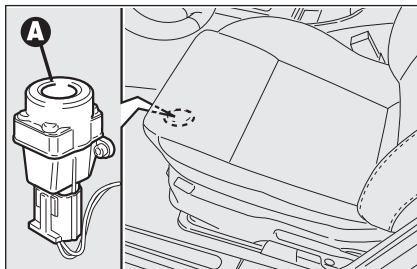

fig. 61
Per riattivare l'interruttore blocco combustibile premere il pulsante **A-fig. 61**.
- ☐ premere il pulsante **A-fig. 61** per riattivare l'interruttore blocco combustibile;